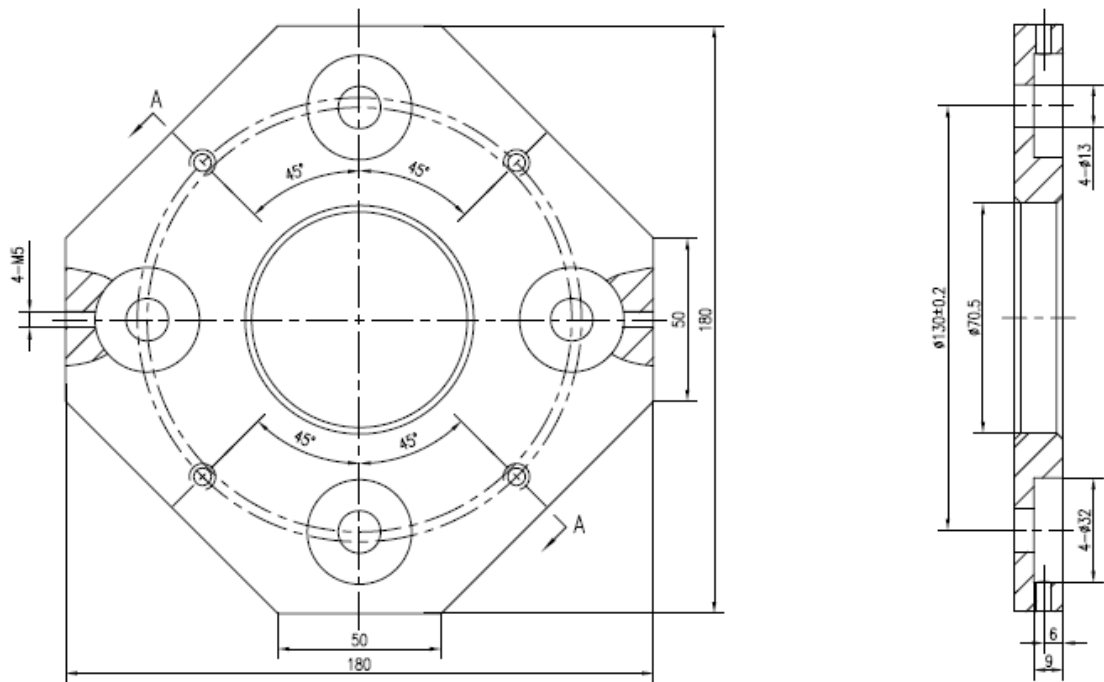

图1 KY850红外烟尘监测仪过渡法兰片结构尺寸
需在烟道上安装点开孔，并事先固定预埋法兰，其通径需大于70mm。厂商配送的过渡法兰片螺栓孔心距130mm，管外径70mm，如下图1所示。
- 1) 焊接预埋法兰时注意螺栓孔的方向为十字形，如上图1所示，便于安装防雨罩。